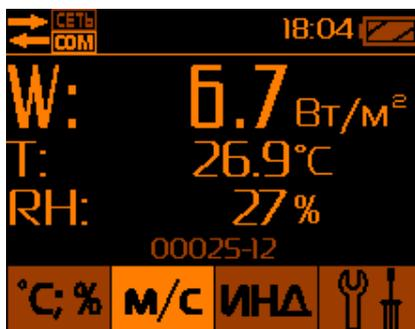

Рис.14 – Измерение интенсивности теплового облучения, температуры и влажности.
2.5.3. Режим измерения интенсивности теплового облучения (W)
включатся после повторного нажатия кнопки **M/C** (позиция 5, Рис.1) в режиме измерения радиационной температуры (T_r). При этом на дисплее высвечиваются численные значения интенсивности теплового облучения (W) в $Вт/м^2$, температуры воздуха в $^{\circ}C$ и относительной влажности в % (Рис.14).